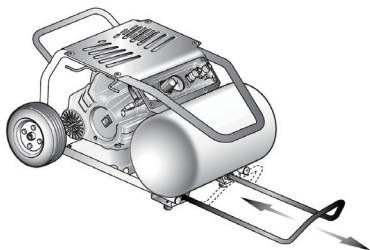

Fig. 5
- Tirez la poignée télescopique jusqu'à ce qu'elle se verrouille en place. (Fig. 5)
- Pour replier la poignée, appliquez une pression sur les premiers centimètres pour la déverrouiller, puis faites glisser la poignée jusqu'à ce qu'elle s'arrête. (Fig. 5)